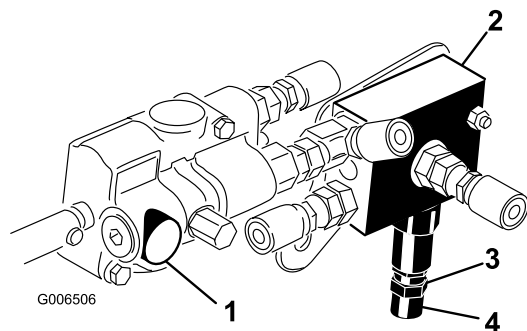

Figura 13
- 3. Afloje la contratuerca de la parte inferior de la válvula de contrapeso (Figura 13). La válvula está situada en el lado derecho de la máquina.